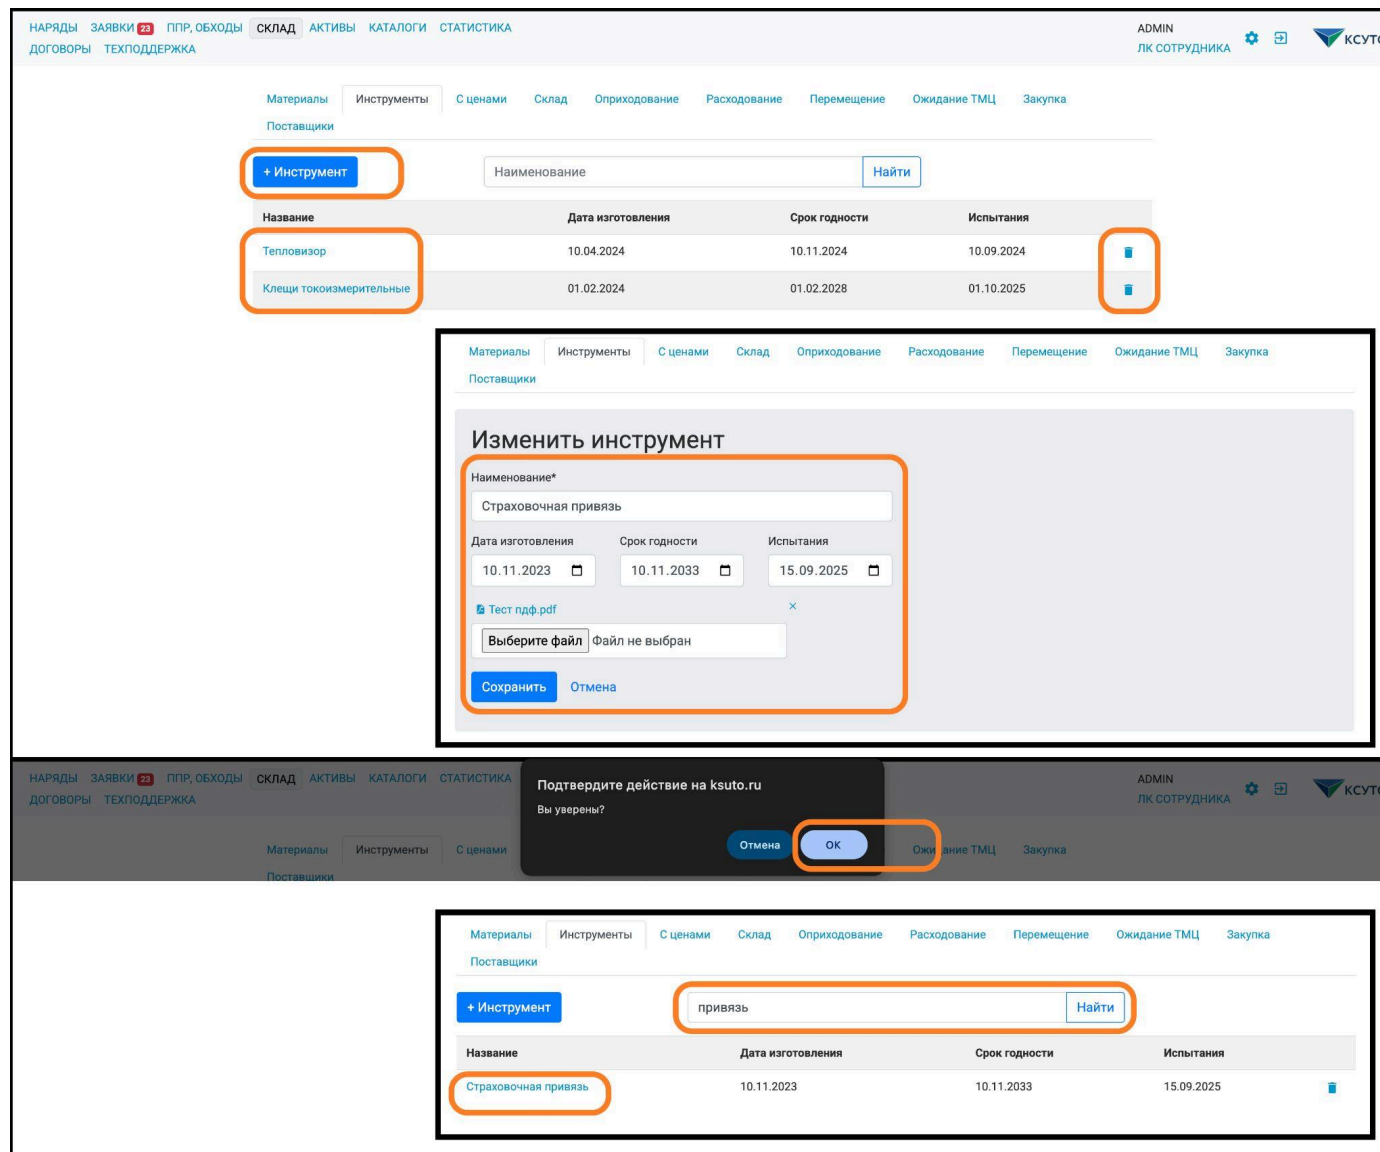

Рис.24 Создание карточки инструмента
- 7.2.1. Чтобы добавить карточку инструмента, нужно нажать кнопку «+Инструмент». В открывшейся странице заполнить наименование, указать дату изготовления, срок годности, дату испытания, прикрепить файлы форматов Excel, Doc, PDF, jpeg. Нажмите кнопку «Сохранить» (рис. 24);